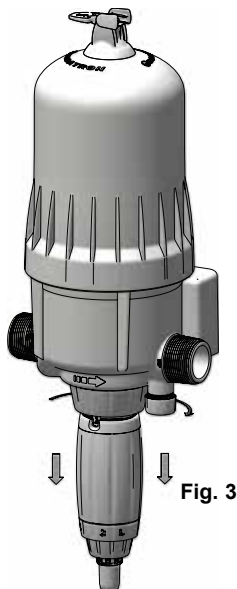

Fig. 3
- Dégager la partie dosage en tirant vers le bas et la faire pivoter d'un demi tour pour visualiser la bonne échelle de réglage (**Fig.3**).